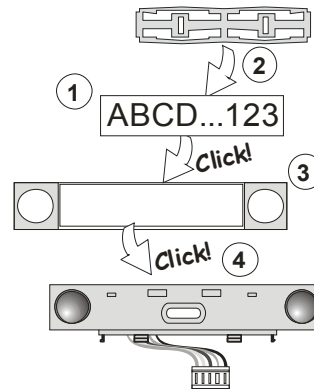

Figure 3: Insertion d'une étiquette dans un segment de commande
- Quand les piles sont insérées, la touche d'activation jaune rétro-éclairée (3) commence à s'allumer en permanence, ce qui indique que le module n'a pas encore été attribué dans le système.
- Appuyer sur la touche d'activation rétro-éclairée (3) - le module est ainsi attribué et l'indicateur LED jaune s'éteint (cela peut prendre quelques secondes). Un signal d'inscription peut également être envoyé par l'insertion des piles.
- Lorsque l'installation est terminée, insérer les étiquettes descriptives derrière les capots transparents des segments et les fermer, voir la figure 3. L'impression des étiquettes fait partie du logiciel F-Link (fenêtre **Périphériques**, à la position du module - **Paramètres internes**).